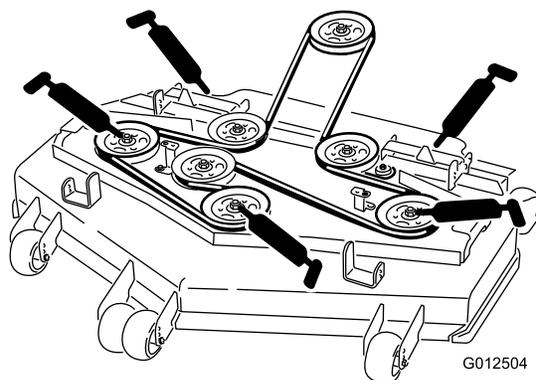

Figura 30
4. Ingrassate i tre cuscinetti del mandrino finché il grasso non fuoriesce (Figura 30).
5. Lubrificate i raccordi sui bracci di spinta (Figura 30).